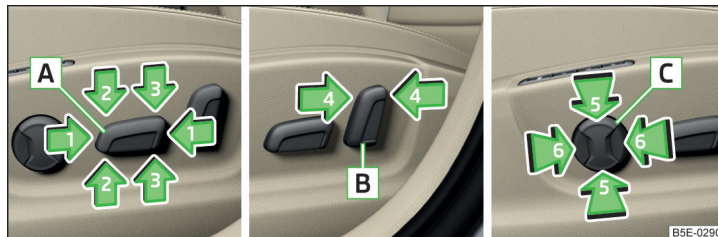

Fig. 65 Elementos de mando en el asiento
Elementos de mando en el asiento » fig. 65
- Presione el interruptor **A** en el sentido de una de las flechas 1 » fig. 65.
- Presione el interruptor **A** en el sentido de una de las flechas 2 » fig. 65.
- Presione el interruptor **A** en el sentido de una de las flechas 3 » fig. 65.
- Presionar el interruptor **B** en el sentido de una de las flechas 4 » fig. 65.
➤ Presione el interruptor **C** en el área de una de las flechas **5** » fig. 65.
➤ Presione el interruptor **C** en el área de una de las flechas **6** » fig. 65.